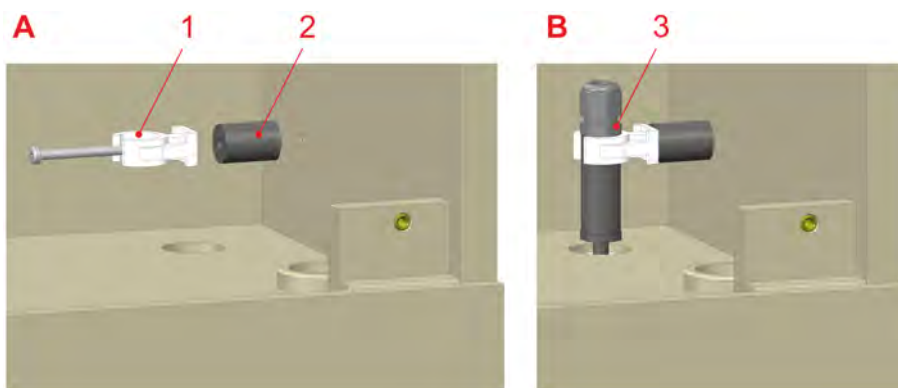

Abb. 19: Montage des Leckage-Sensors
1. ➤ Abstandhalter (Abb. 19, A, Pos. 2) und Schlauchschelle (Abb. 19, A, Pos. 1) in der hinteren rechten Ecke der Wandkonsole festschrauben.
2. ➤ Leckage-Sensor, Abb. 19, B, Pos. 3 anklippen, dabei in den Einlass der Auffangwanne einsenken.